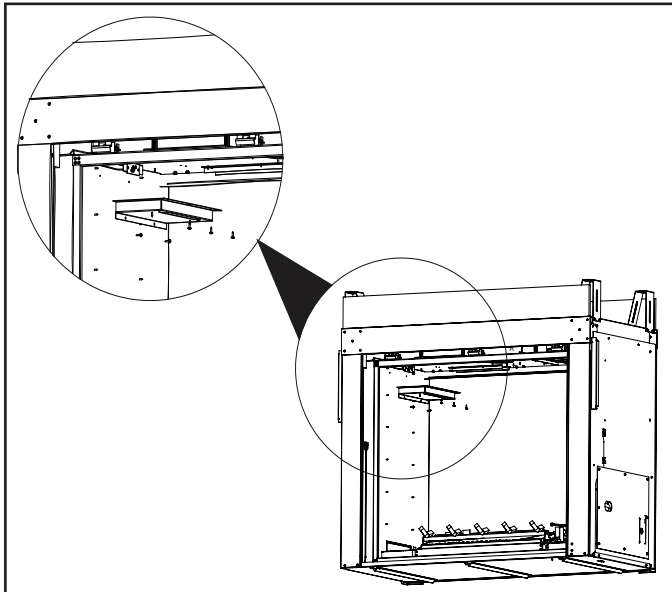

Figure 10.7 Démontage du caisson lumineux
3. Les ampoules sont fournies dans la trousse du manuel du propriétaire. Installez les ampoules dans les douilles comme indiqué sur la figure 10.7. **ATTENTION** : Les traces de doigts ou les résidus de graisse provenant des mains réduisent la durée de vie des ampoules. Il est conseillé de manipuler les ampoules à l'aide d'un chiffon propre.